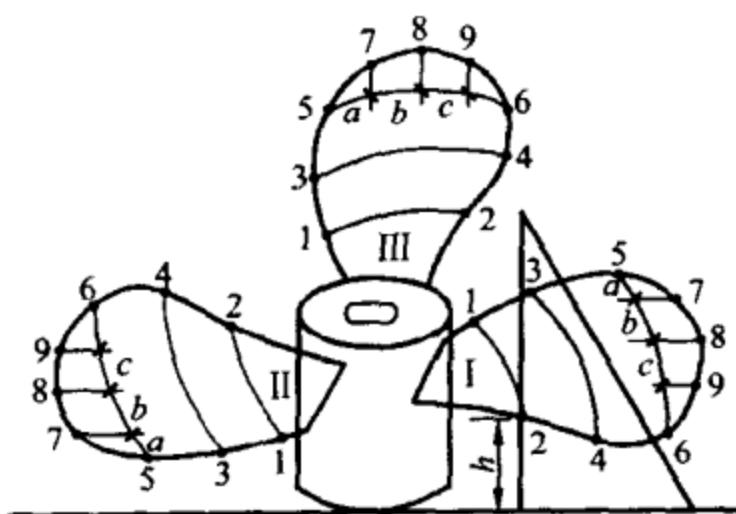

图 2-11 划弧定点法校正扇叶示意图
(3) 以调整好的其中一叶片的角度和弧度为标准（如图 2-11 中选扇叶片 I），将扇叶凹面朝上放在光滑平整的桌面或桌面的玻璃板上，然后用直角三角尺（直尺、拐尺均可以）测量并记录下叶片 I 上各点至桌面或玻璃板面的高度 h ；
(4) 调整另两个扇叶的角度和弧度，使其叶片上的各点至桌面或玻璃板面的高度 h 要与叶片 I 所测得的高度 h 相等。这样
(1) 转动扇叶，以三个不同长度为半径用铅笔在三个扇叶片上划同心弧，在每个叶片的边缘上得交点 1、2、3、4、5、6，如图 2-11 所示。
(2) 卸下扇叶，在每一叶片的相同位置上标出点 7、8、9。距离由 a 、 b 、 c 决定；